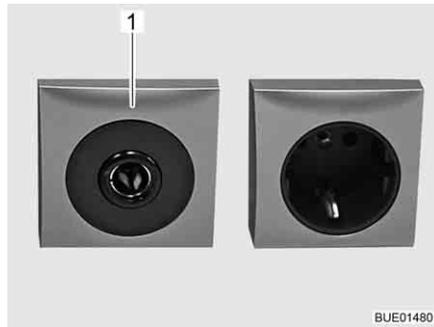

Fig. 164 Prise de courant 12 V/10 A
- ▷ Ne brancher aux prises de courant (Fig. 164,1) du réseau de bord 12 V que des appareils de maximum 10 A.